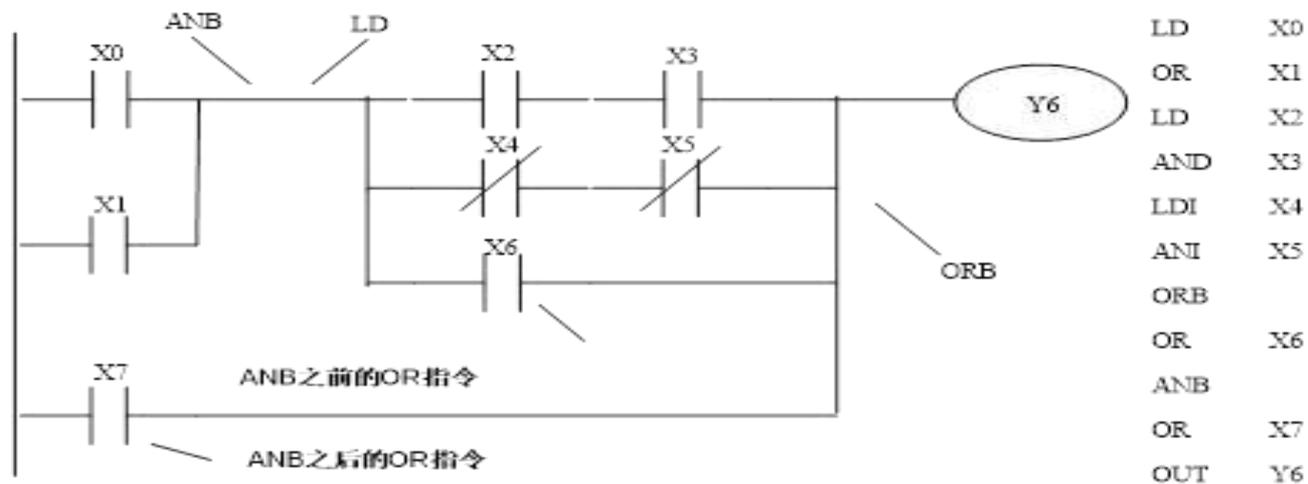

图7.13 ANB指令
**ANB (And Block)**, 并联电路块的串联连接指令。**ANB**指令将一个并联电路块与前面的电路串联。在使用**ANB**指令之前，应先完成并联电路块的内部连接。并联电路块中各支路的起始触点使用**LD**或**LDI**指令。在整个并联电路块的指令的后面用**ORB**指令，如图7.13所示。